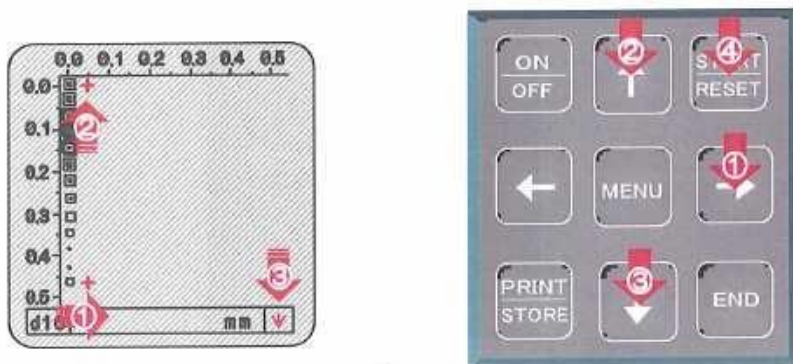

図60
- ① →キーを押して、カーソル(+)を右に移動させてください。
- ② ↑キーを長めに押して、カーソル(+)を一番上に移動させてください。
- ③ ↓キーを押して、プローブを移動させる方向を下に変更してください。
- ④ STARTキーを押して、次のラインの測定を行なってください。(図60参照)